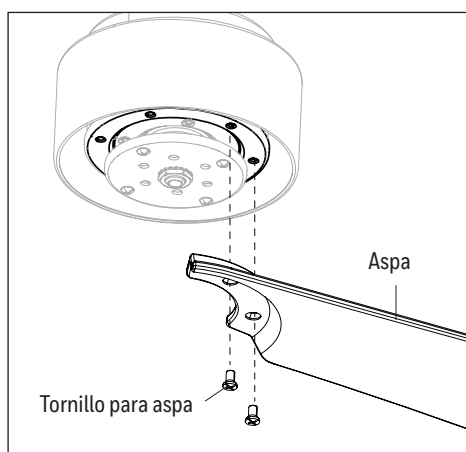

Figura 5.3
3. Alinee los dos tornillos del aspa a con los dos oricios para tornillos del motor en la parte inferior del ensamble del motor. Fije el aspa al ensamble del motor con dos tornillos del aspa. Fije completamente cada aspa al ensamble del motor antes de pasar al siguiente (Figura 5.3).